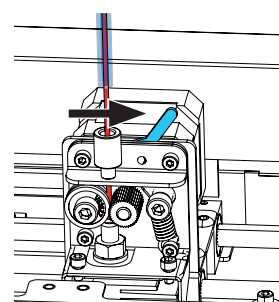

Fig. 27
- ⇒ Ora metta la leva dell'estrusore a destra (Fig. 27)